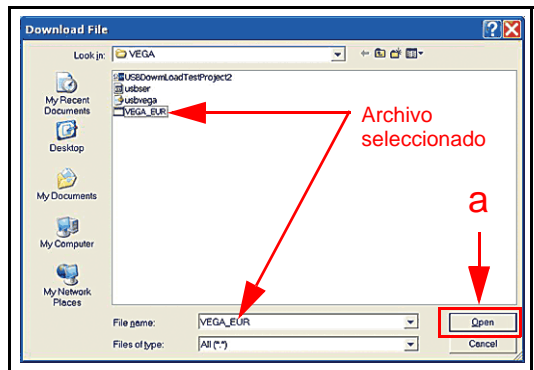

Figura 9 Pantalla de selección de archivos del gestor de descargas del UBA
7. Luego, haga clic con el mouse en el botón “Open” (Abrir) de la pantalla (consulte la Figura 9 a) para abrir el archivo seleccionado.